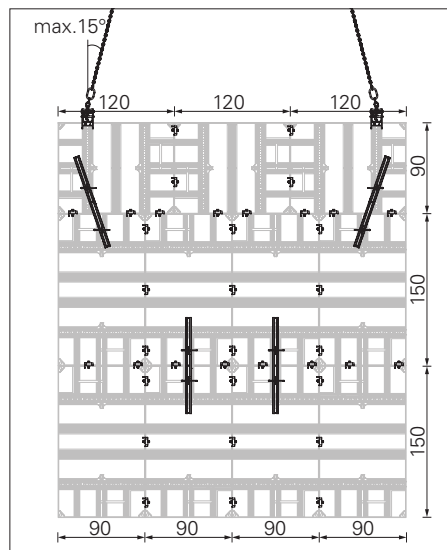

Fig. 2
- Fig. 2 (3,6 m di larghezza x 3,9 m di altezza)
- Quando il telaio più in alto è orizzontale, il gancio di sollevamento HSA 2 deve essere collegato come mostrato nella Fig 2.